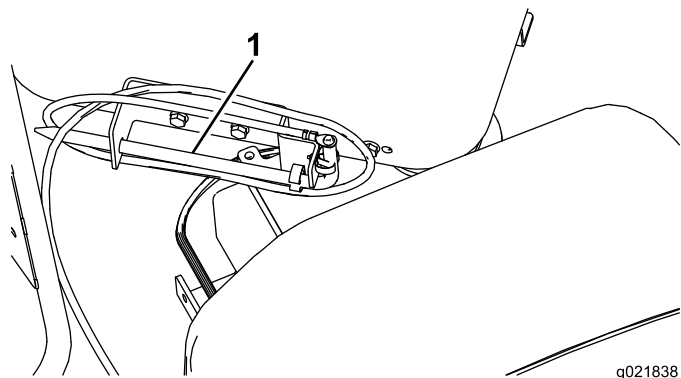

Figure 66
8. Rangez le piquet de terre dans son support sur la plate-forme de l'opérateur, comme montré à la Figure 66.